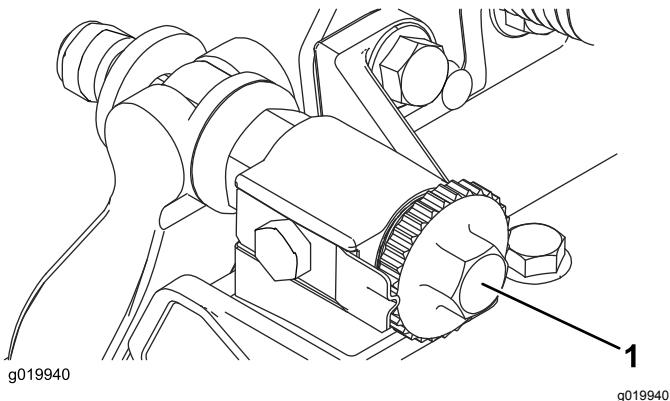

Bild 9
- Drehen Sie die Einstellschrauben des Untermesserträgers nach links, um sicherzustellen, dass der Untermesserträger nicht die Spindel berührt (**Bild 9**).